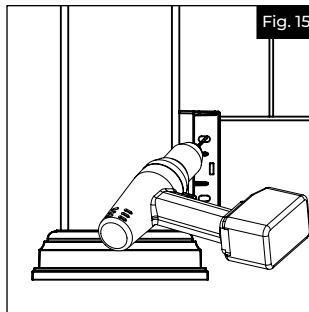

Fig. 15
- a. Pour chaque support installé, percer un avant-trou au centre de chaque trou allongé au moyen d'un foret de  $\frac{1}{8}$  po (3,2 mm) (Fig. 15).
Aligner le support pivotant d'angle en position pour établir la hauteur du support et l'angle de rotation du support. Il faudra ajouter  $\frac{7}{8}$  po (22,2 mm) à la longueur. Cette deuxième marque sera la ligne de coupe pour les extrémités de la traverse. Répéter cette étape pour chaque extrémité (Fig. 15).